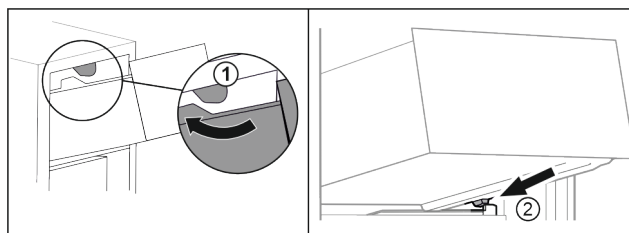

Fig. 68
- ▶ Lirka utdragslåda kring de övre stopplackarna. Fig. 68 (1)
- ▶ Sätt utdragslåda i vinkel på behållarens galler bakom de nedre stopplackarna. Fig. 68 (2)